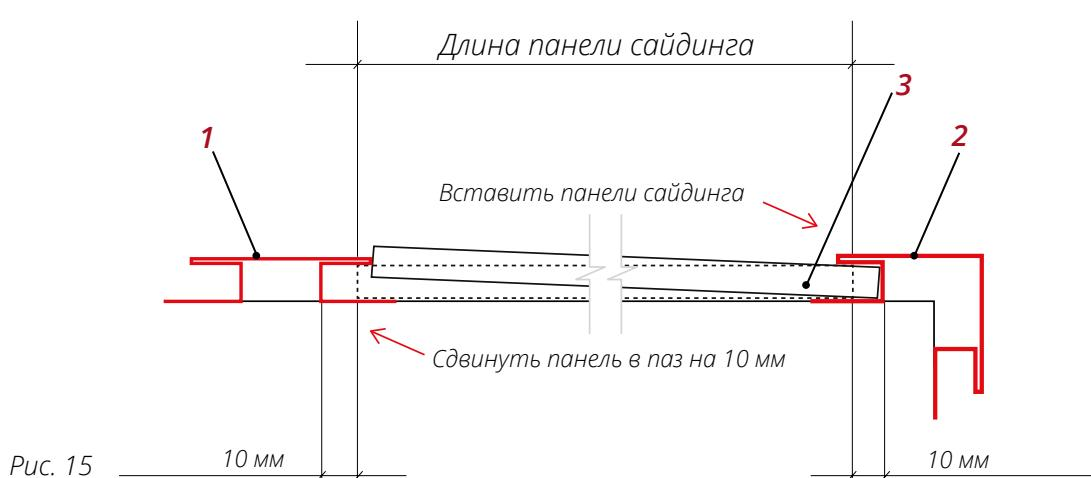

Рис. 15
- Используя схему со сложными доборными элементами, подготовьте панели таким образом, чтобы, когда один край панели **3** заведен до упора в паз доборного элемента **2**, второй край можно было завести в паз доборного элемента **1** с другой стороны (рис.15).
- Вставьте панель в пазы доборных элементов и выровняйте ее так, чтобы панель входила в пазы наполовину его глубины или на 10 мм (рис.15).
- Зацепите нижний выступ панели за Начальную планку до упора (рис. 15).